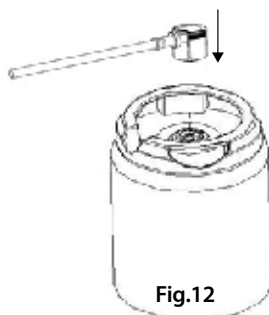

Fig.12
4. Coloque el adaptador con la manguera de cerveza sobre el barril Heineken (fig. 12).